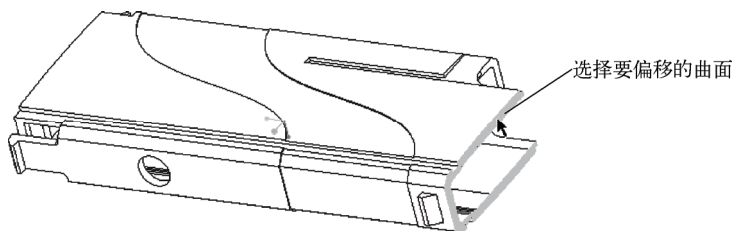

图 8-84 选择要偏移的曲面（几何）
- 2) 在图形窗口中选择图 8-84 所示的实体面作为要偏移的曲面。